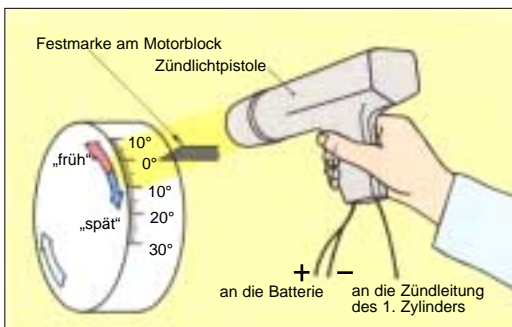

Abb.6: Zündzeitpunkteinstellung mit der Zündlichtpistole
- Zündlichtpistole nach Abb. 6 anschließen.